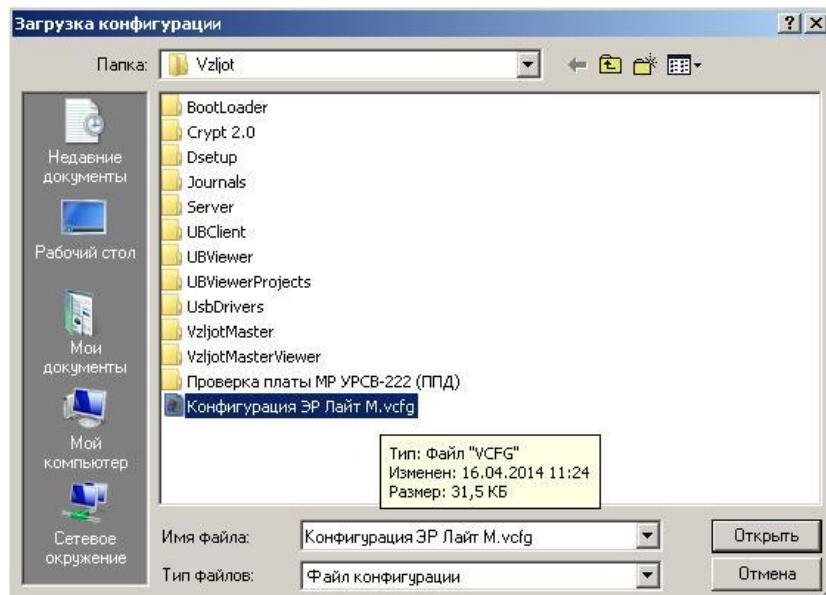

Рис.29. Окно «Загрузка конфигурации»
- в программе «Универсальный просмотрщик» выбрать пункт «Проект» / «Конфигурация» / «Загрузить конфигурацию» и выбрать файл конфигурации для загрузки (рис.29).